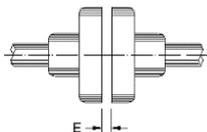

Figura 4.12: Folga axial do acoplamento (E)
Alinhar cuidadosamente as pontas de eixo e, sempre que possível, usar acoplamento flexível, deixando uma folga (E) mínima de 3 mm entre os acoplamentos, conforme mostrado na Figura 4.12.